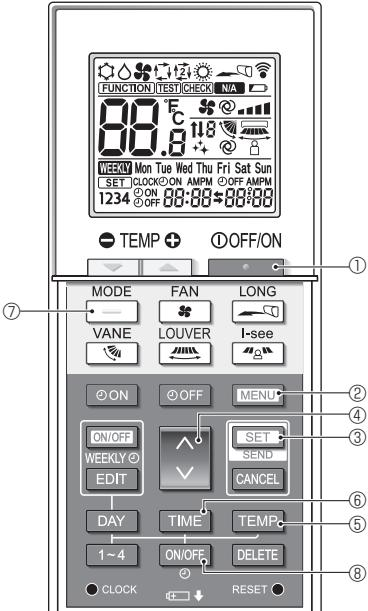
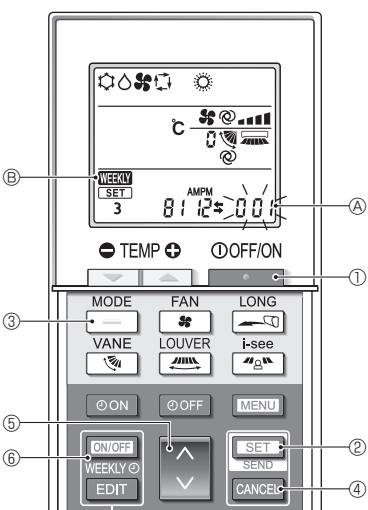

Fig. 5-11
Fig. 5-13
Отобразится экран настройки Function (Настройка функций) и будет мигать числовое значение функции Ⓐ. (Fig. 5-11)
- Номер функции Ⓐ начнет мигать. (Fig. 5-11)
- Нажмите кнопку ②.
5.10.8. Отключение автоматического режима (Fig. 5-13)
1. Нажмите кнопку ①, чтобы остановить работу кондиционера воздуха.
• Если недельный таймер активирован, нажмите кнопку ⑥ для отключения таймера (WEEKLY Ⓑ исчезнет.)
2. Нажмите и удерживайте в течение 5 секунд кнопку ②.
3. Нажмите кнопку ④.
4. Завершение настроек (Fig. 5-13)
• Нажмите и удерживайте в течение 5 секунд кнопку ②.